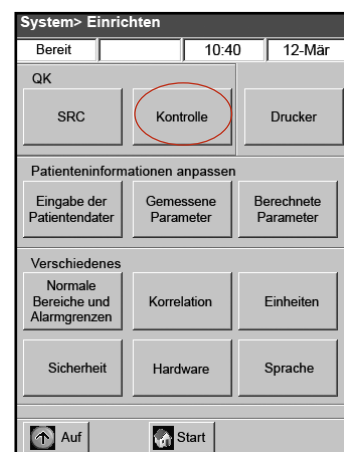

Abbildung H-3: Bildschirm System > Einrichten
- Tippen Sie auf **Kontrolle** (Abbildung H-3).